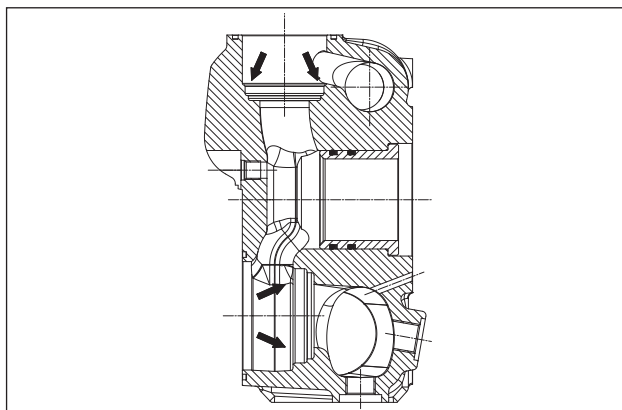

Fig. 149
Antes de volver a colocar los grupos de válvula, limpiar y secar perfectamente los correspondientes alojamientos en la cabeza tal y como indican las flechas (pos. ①, Fig. 149).